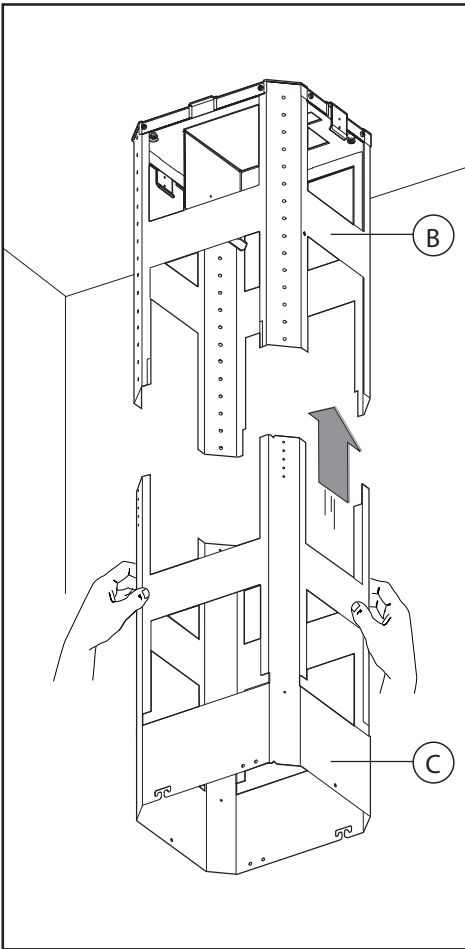

Fig.5
-Ta nu den nedre delen av teleskopstrukturen **C** och sätt på den övre **B** (Fig.5).